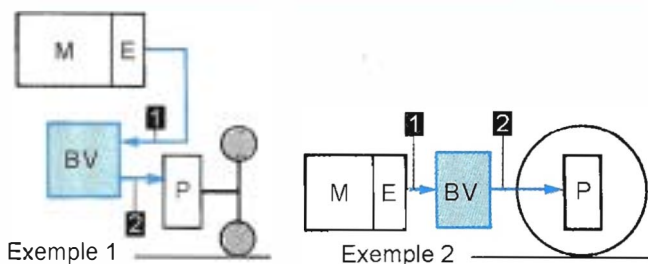
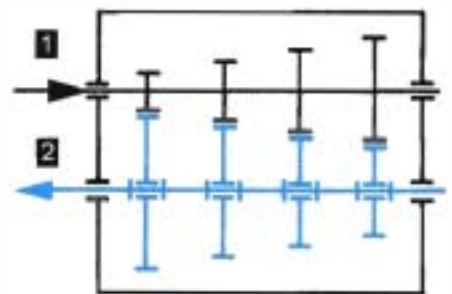

Figure 3.1 • Disposition de la boîte de vitesses dans la transmission.
Figure 3.2 • Disposition des arbres.
■ Quelles sont les principales formes de boîtes de vitesses (figure 3.1) ?
Dans l'exemple 1 de la figure 3.1, on trouve généralement une suite d'engrenages élémentaires (figure 3.2) montés sur deux arbres parallèles. Dans l'exemple 2, on peut rencontrer :